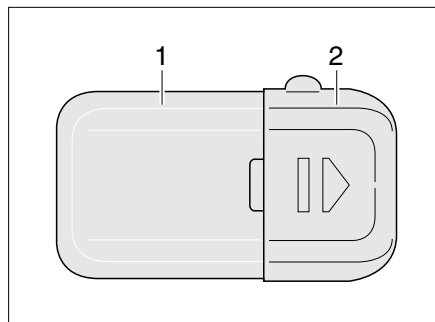

Bild 179 Kleiderschranksleuchte
- Leuchtenabdeckung (Bild 179,1) leicht zusammendrücken und abnehmen.
- Deckel (Bild 179,2) in Pfeilrichtung aufschieben.
- Deckel (Bild 179,2) wieder aufschieben.